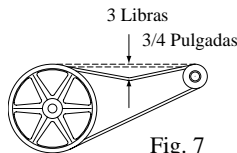

Fig. 7
- **Tensar la correa.** Afloje los pernos del motor y deslice el motor detrás hasta que la correa esté tensada correctamente. Una fuerza de 3 libras debe desviar la correa 3/4 pulgadas (véase fig. 7). Reafloje los pernos del motor. **Nunca ajuste la polea para tensar la correa.**